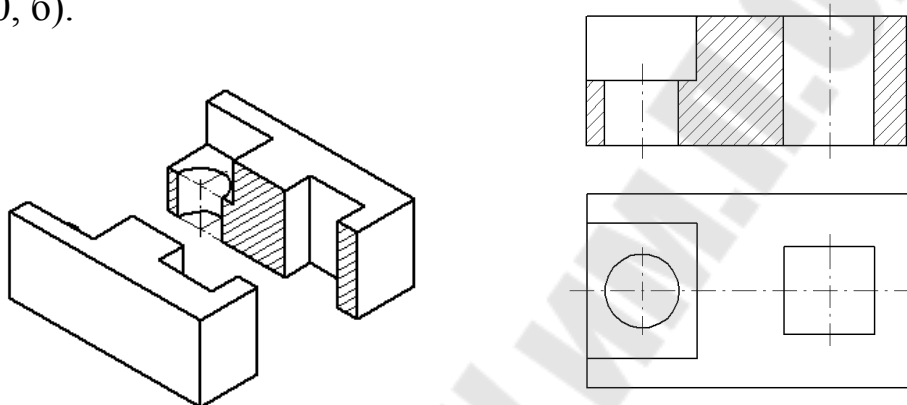

Рис. 99
- **простые** - при одной секущей плоскости (рис. 99);
В случае, когда в простом разрезе секущая плоскость совпадает с плоскостью симметрии предмета, разрез не обозначается (рис. 99). Во всех остальных случаях разрезы обозначаются прописными буквами русского алфавита, начиная с буквы *А*, например *А-А*.